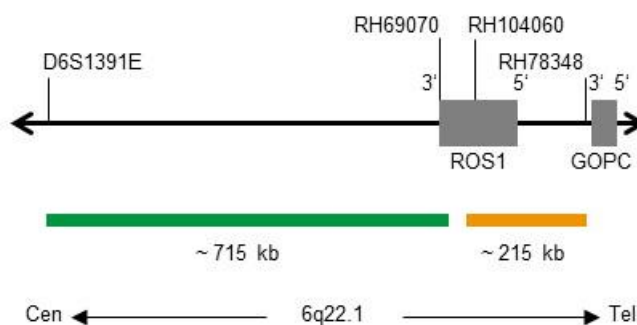

Fig. 1: Carte de la sonde SPEC ROS1 (pas à l'échelle)
- Polynucléotides marqués au ZyGreen (excitation 503 nm/émission 528 nm) (~10.0 ng/ μ l), qui ciblent une séquence de 6q22.1* (chr6:116,912,298-117,627,255) proximale de la région des points de rupture de ROS1 (voir figure 1).
- Polynucléotides marqués au ZyOrange (excitation 547 nm/émission 572 nm) (~4.5 ng/ μ l), qui ciblent une séquence de 6q22.1* (chr6:117,659,135-117,871,701) distale de la région des points de rupture de ROS1 (voir figure 1).